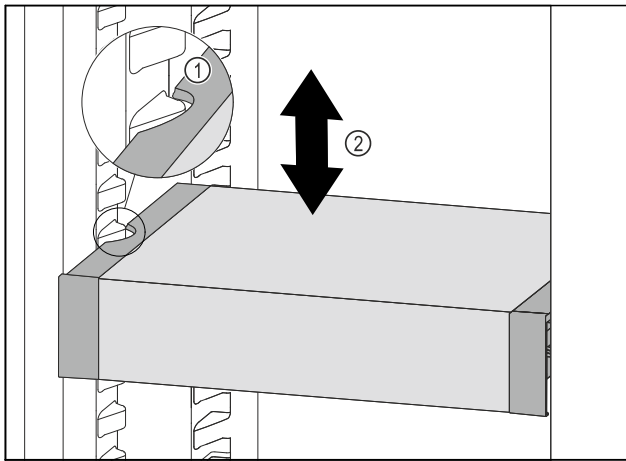

Fig. 75
- ▶ VarioSafe nach vorne ziehen, bis sich die seitlichen Aussparungen des VarioSafes auf Höhe der Behälterrippe im Kühlteil befinden. Fig. 75 (1)
- ▶ VarioSafe im Kühlteil nach oben oder unten bewegen, bis gewünschte Höhe erreicht ist. Fig. 75 (2)